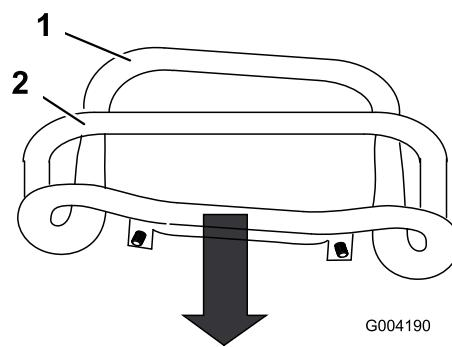

Bild 53
3. Ziehen Sie den Fahrantrieb zurück, sodass die Vorderseite des Fahrantriebs den Anschlagbügel berührt (Bild 53).